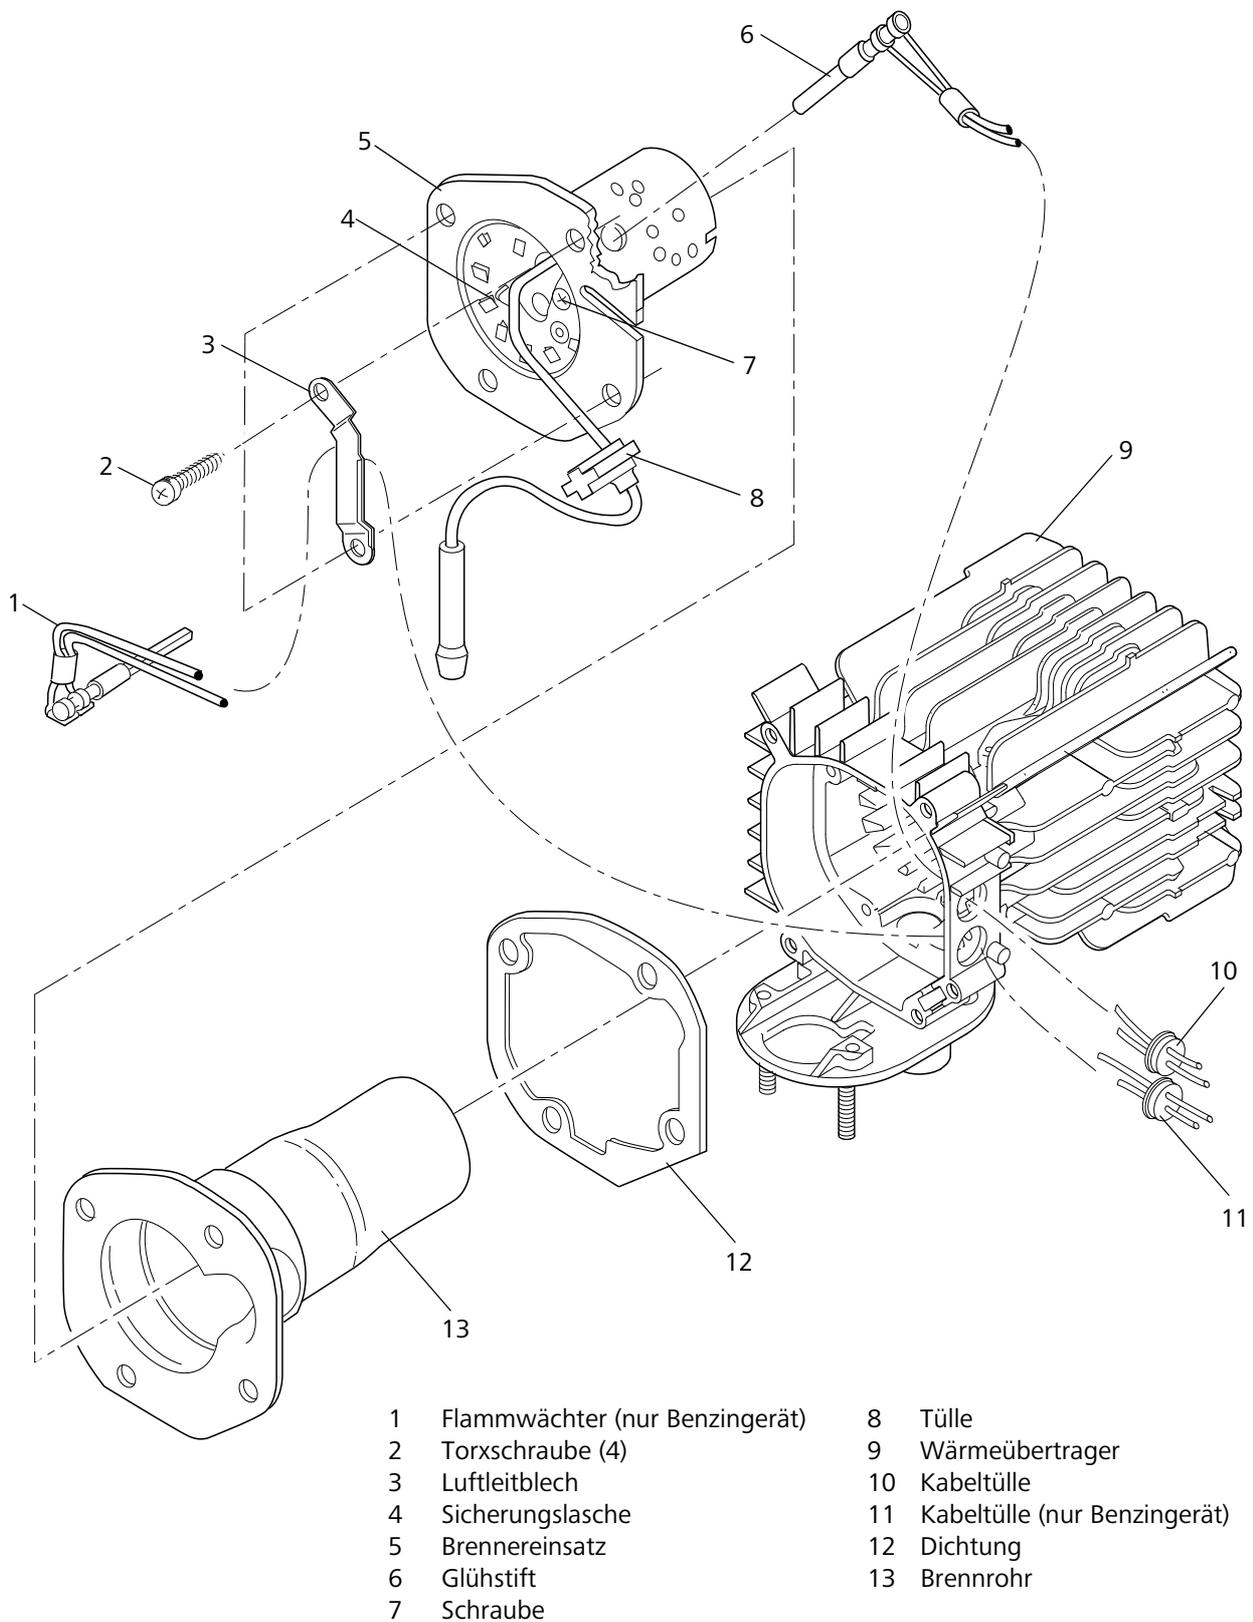

Abb. 904 Wechsel des Glühstifts, des Flammwächters, des Brenneinsatzes und des Wärmeübertragers
1. Flammwächter (1, Abb. 904) unter der Brennstoffleitung durchschieben, Stecker durch die Bohrung im Wärmeübertrager (9) führen und Kabeltülle (11) von innen in den Wärmeübertrager (9) eindrücken.
2. Kabel mit Kabelschutzhülle durch die Sicherungsglasche (4) führen und Flammwächter (1) in den Brenneinsatz (5) einsetzen.
3. Sicherungsglasche (4) wieder zusammendrücken.
4. Luftleitblech (3) mit Schrauben (2) befestigen.
5. Schrauben (2) mit  $6 \pm 0,6$  Nm anziehen.
5. Kabeltülle (10, Abb. 904) nach innen aus dem Wärmeübertrager (9) herausdrücken.
6. Vier Schrauben (2) und Luftleitblech (3) entfernen.
1. Neue Dichtung (12, Abb. 904) in den Wärmeübertrager (9) einsetzen und Brennrohr (13) in Zusammenbauung bringen.
2. Sicherstellen, dass die Startluftbohrung im Brennereinsatz (5) frei ist.
8. Brenneinsatz (5, Abb. 904) entfernen.
9. Brennrrohr (13) und Dichtung (12) aus dem Wärmeübertrager (9) herausziehen und Dichtung (12) aussondern.
1. Neue Dichtung (12, Abb. 904) in den Wärmeübertrager (9) einsetzen und Brennrrohr (13) in Zusammenbaulage bringen.